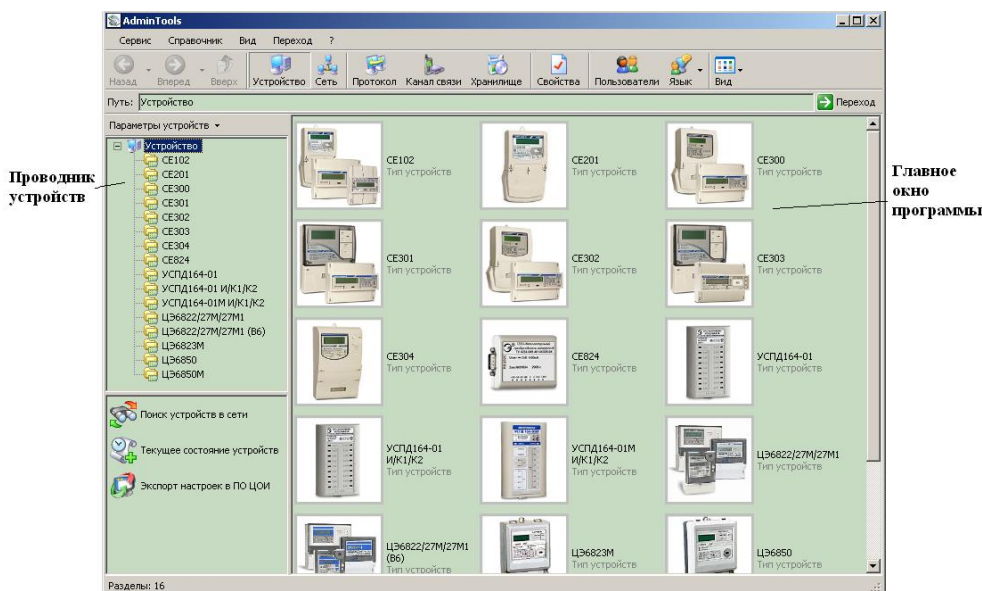

Рисунок 6.1 – Вид окна программы для выбора типа счётчика
6.1 Выбрать тип устройства: нажать кнопку «Устройство» на панели инструментов ПО AdminTools (рисунок 6.1). В счетчике могут быть поддержаны два протокола обмена ГОСТ IEC 61107 2011 и IEC 62056 DLMS/COSEM13 в зависимости от исполнения. По умолчанию при выпуске с завода счетчик настроен на обмен по протоколу ГОСТ IEC 61107-2011. В зависимости от типа протокола необходимо выбрать тип устройства: «CE308 (IEC61107)» или «CE308 (DLMS)»